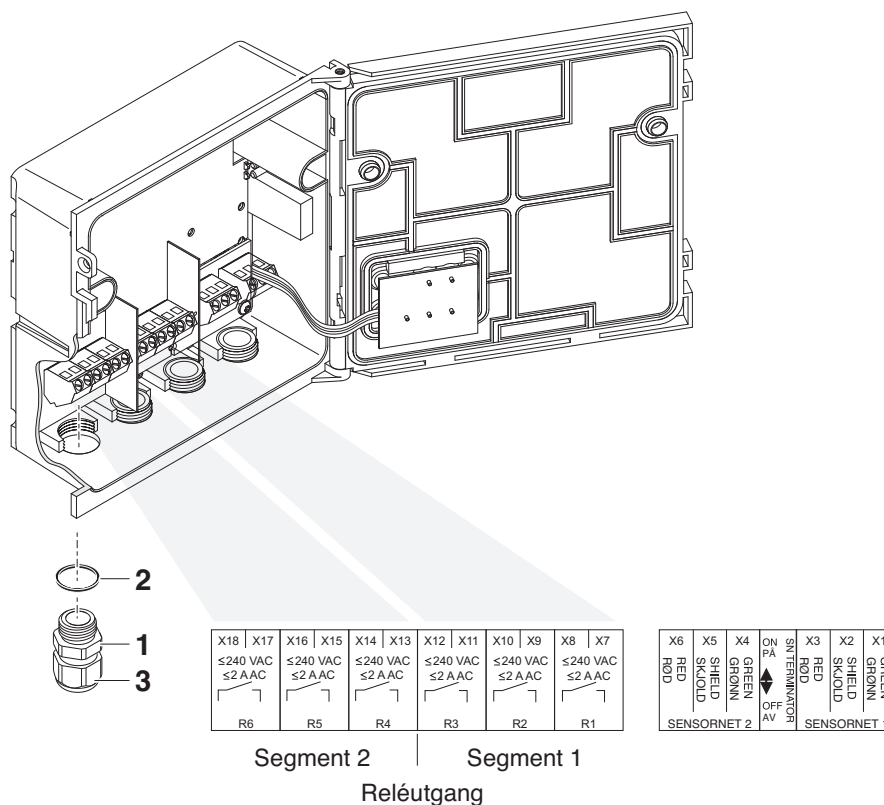

Fig. 3-1 Klemmebånd med reléforbindelser
- 2 Skru kabelgjennomføringen (pos. 1 i Fig. 3-1) med tetningsringen (pos. 2) inn i modulhuset.
- 3 Løsne koblingsringen (pos. 3 i Fig. 3-1).
- 6 Stram koblingsringen (pos. 3 i Fig. 3-1).